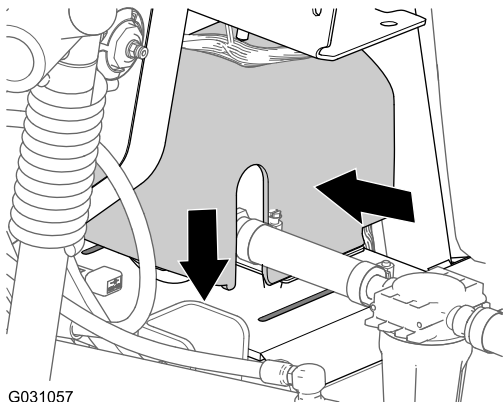

Figura 148
2. Alinhe a cobertura da bomba de lavagem sobre a placa da sela para a bomba de lavagem (Figura 148).
3. Pressione em conjunto ambos os lados da cobertura da bomba de lavagem e alinhe as abas da cobertura com a placa da sela (Figura 148).
4. Insira as abas nas ranhuras e solte as laterais da cobertura (Figura 148).